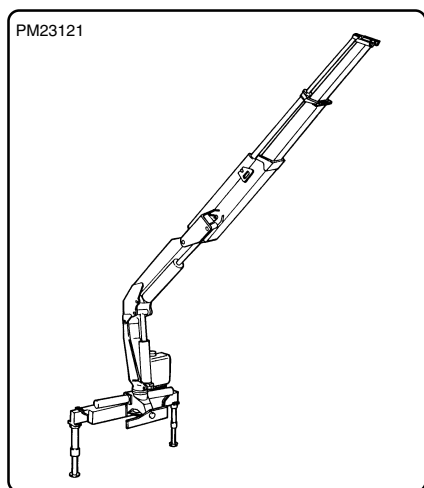

fig. 8.19.1
- a) aprire completamente tutti i martinetti della gru (fig. 8.19.1), compresi gli stabilizzatori, azionando anche la rotazione a fine corsa (nel lato opposto a quello di chiusura della gru).
- a) fully open all the crane cylinders (fig. 8.19.1), including the outriggers, and slewing system rotating the crane at the stroke end opposite to the crane boom folding position.*